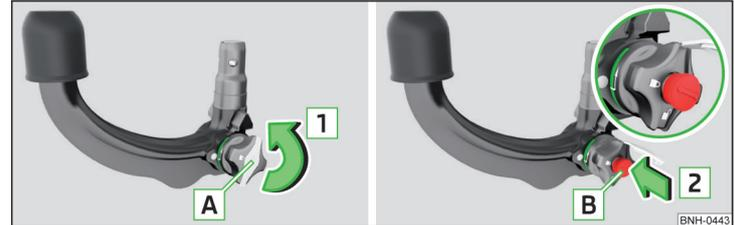

Fig. 138 Retire la tapa de la cerradura/introduzca la llave en la cerradura
- Extraiga la tapa **A** de la cerradura en el sentido de la flecha **1** » fig. 138.